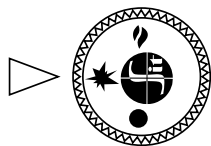

Рис. 7
- 7.3. Для розжига пилотной горелки ручка управления переводится в положение «искра» (рис. 7).